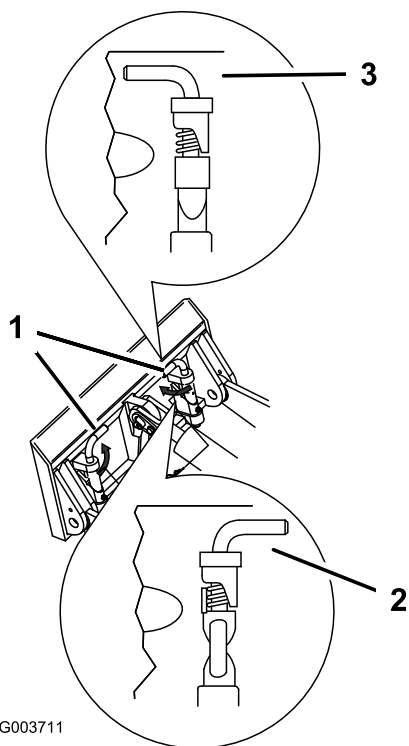

Figura 20
7. Inserite i perni ad attacco rapido, verificando che siano completamente inseriti nella piastra di appoggio (Figura 20).